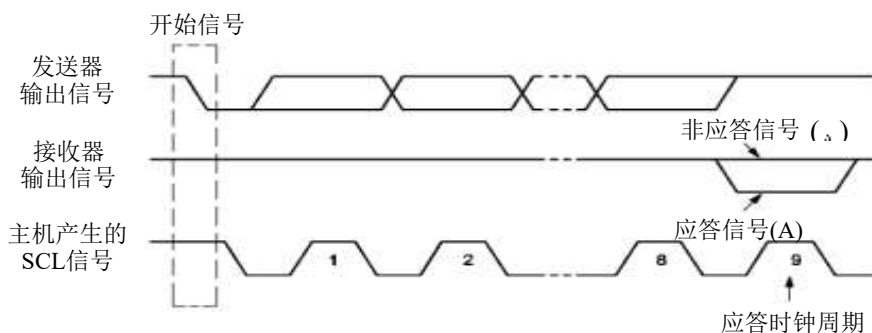

Figure 16-5 IIC 总线的应答信号
**重新开始信号 (Repeated START):** 在 IIC 总线上，由主机发送一个开始信号启动一次通信后，在首次发送停止信号之前，主机通过发送重新开始信号，可以转换与当前从机的通信模式，或是切换到与另一个从机通信。如 Figure16-5 所示，当 SCL 为高电平时，SDA 由高电平向低电平跳变，产生重新开始信号，它的本质就是一个开始信号。
**应答信号 (A):** 接收数据的 IIC 在接收到 8 位数据后，向发送数据的 IC 发出的特定的低电平脉冲。每一个数据字节后面都要跟一位应答信号，表示已收到数据。应答信号在第 9 个时钟周期出现，这时发送器必须在这一时钟位上释放数据线，由接收设备拉低 SDA 电平来产生应答信号，由接收设备保持 SDA 的高电平来产生非应答信号 (A)，如 Figure16-5 所示。所以，一个完整的字节数据传输需要 9 个时钟脉冲。如果从机作为接收方向主机发送非应答信号，这样，主机方就认为此次数据传输失败；如果是主机作为接收方，在从机发送器发送完一个字节数据后，发送了非应答信号，从机就认为数据传输结束，并释放 SDA 线。不论是以上哪种情况都会终止数据传输，这时，主机或是产生停止信号释放总线，或是产生重新开始信号，开始一次新的通信。开始信号、重新开始信号和停止信号都是由主控制器产生，应答信号由接收器产生，总线上带有 IIC 总线接口的器件很容易检测到这些信号。